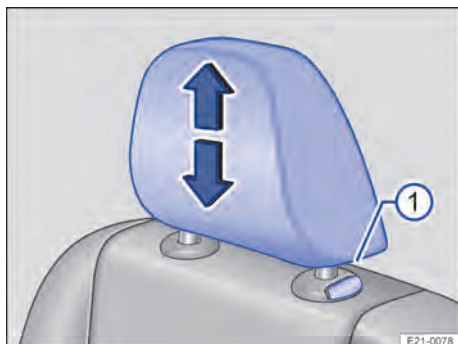
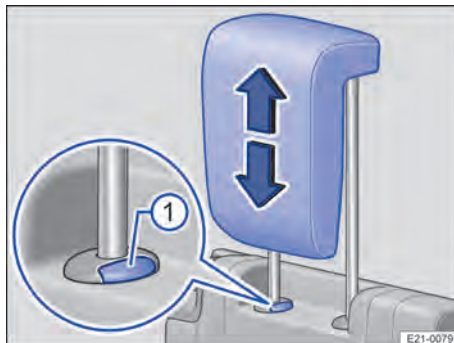

Abb. 82 Zweite Sitzreihe: Kopfstütze ausbauen.
Abb. 83 Dritte Sitzreihe: Kopfstütze ausbauen.
- Kopfstütze bei gedrückter Taste → Abb. 82  bzw. → Abb. 83  ganz herausziehen.